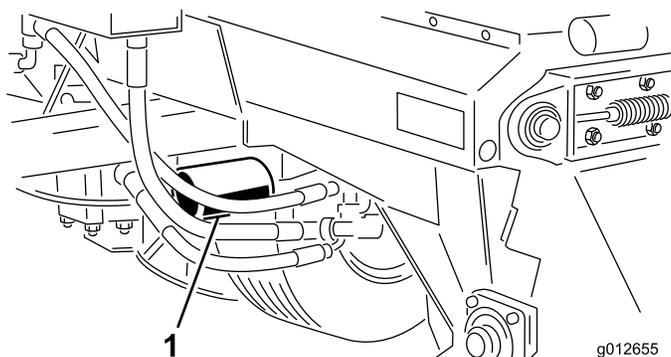

Рисунок 28
- Очистите область вокруг места установки фильтра. Поместите сливной поддон под фильтр, а затем снимите фильтр (Рисунок 28).